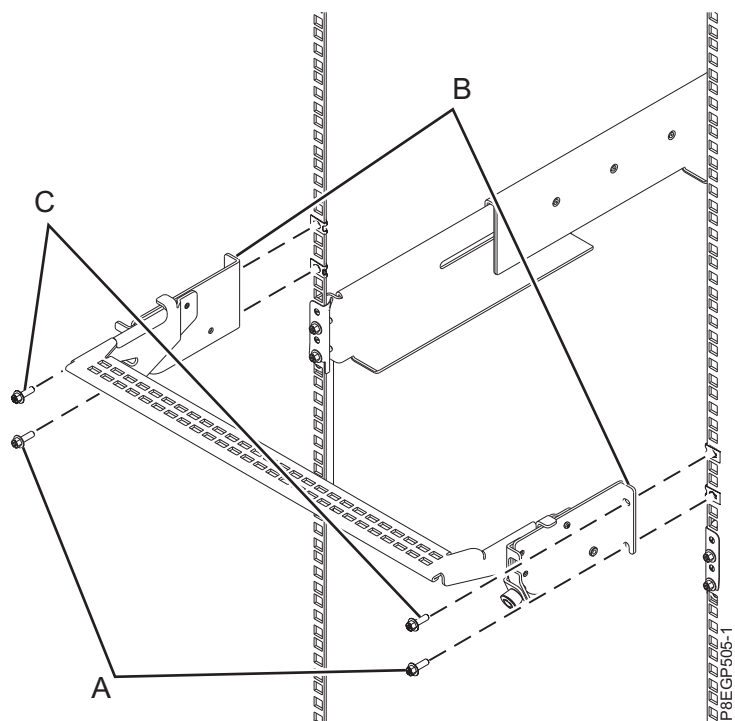

Figura 11. Colocación de la abrazadera portacables
- En la parte posterior del bastidor, apriete parcialmente los dos tornillos M5 (**A**) directamente encima de las abrazaderas del riel del cajón donde se colocan los clips de tuerca. Estos dos tornillos son los dos tornillos inferiores que fijan la abrazadera portacables con el bastidor. Consulte la Figura 11 en la página 13.
- Alinee la pieza de sujeción de forma que los rebordes de montaje (**B**) se alineen con los orificios superiores de los rebordes del bastidor, tal como se muestra en la Figura 11 en la página 13.